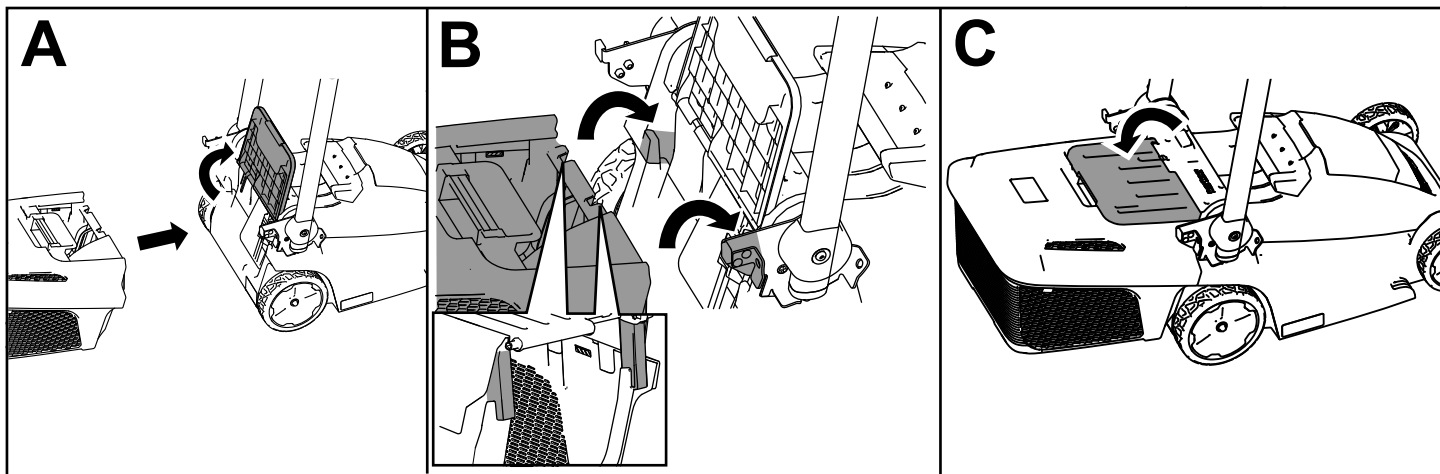

Figura 14
1. Deplasați mânerul în poziție verticală și ridicați deflectorul spate (A din Figura 14).
2. Instalați cârligele cutiei pentru iarbă în canelurile din spatele mainii (B din Figura 14).
3. Permiteți deflectorului spate să se sprijine pe cutie (C din Figura 14).